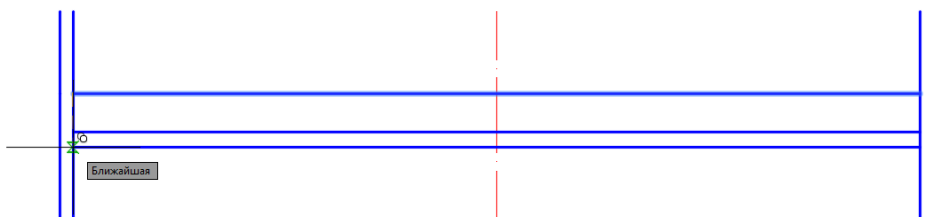

Рис. 94. Выполнение опорной решетки
4.1. Начертить отрезок между внутренними стенками корпуса (команда **Отрезок**, привязка **Нормаль**) и скопировать его вниз на расстояние 100 и 115мм с помощью команды **Копировать** (включить режим **Орто**) (см. рис. 94).